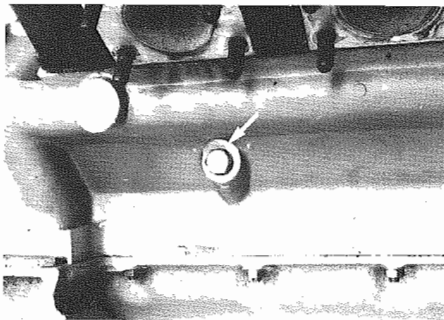

Fig. 1 - Tappo liquido di raffreddamento
- Scaricare parzialmente il circuito (**Fig. 1**).
- Partially drain the circuit (**Fig. 1**).